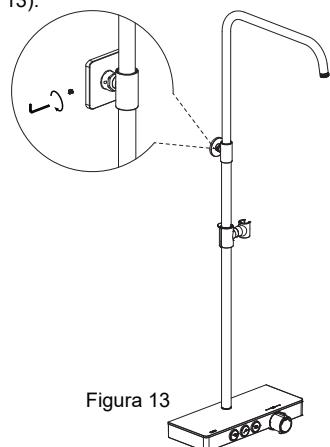

Figura 13
- d) Collegare il connettore del tubo al supporto a parete e utilizzare la chiave a brugola per fissarlo (Figura 13).